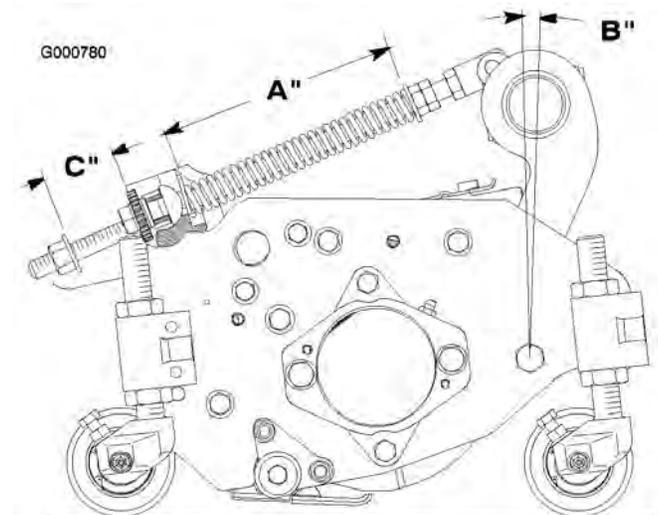

Figura 73
El muelle de compensación del césped (Figura 73), que conecta el bastidor de tiro a la unidad de corte,
1. Apriete la contratuerca del extremo trasero de la varilla del muelle hasta que el hueco (C) entre la parte trasera del soporte del muelle y la parte delantera de la arandela sea de 25 mm (Figura 73).
2. Apriete las tuercas hexagonales del extremo delantero de la varilla del muelle hasta que la longitud comprimida (A) del muelle sea de 203 mm (Figura 73).
Nota: Cuando siegue césped bajo u ondulado, aumente la longitud comprimida (A) del muelle a 216 mm y el hueco (C) entre la parte trasera del soporte del muelle y la parte delantera de la arandela a 38 mm (Figura 73).